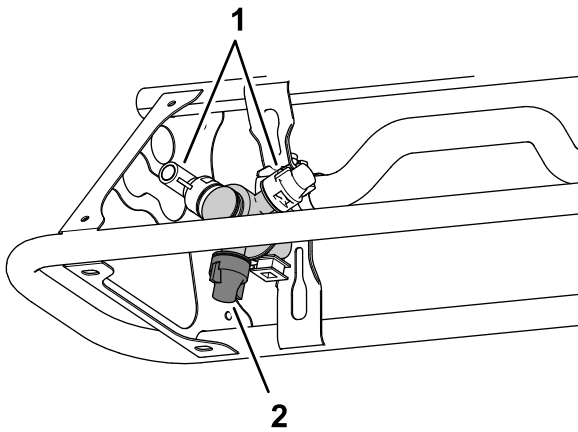

Bild 40
1. Stellen Sie sicher, dass die Düsen, die Sie verwenden möchten, in der aktiven Sprühstellung (unten) sind (Bild 40).